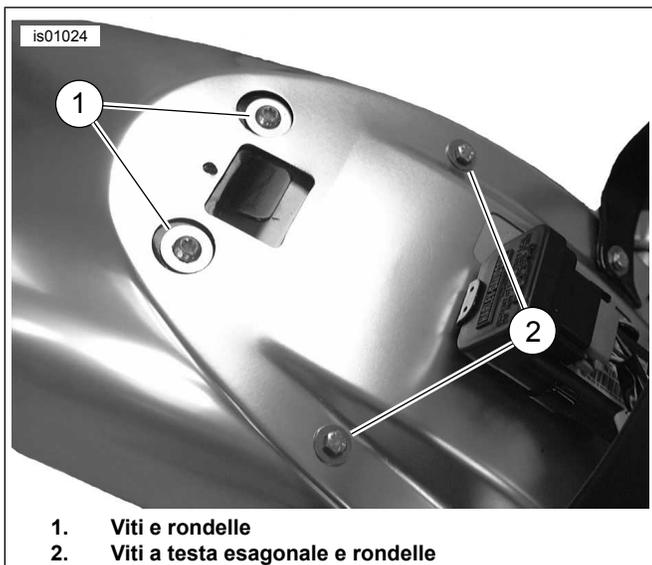
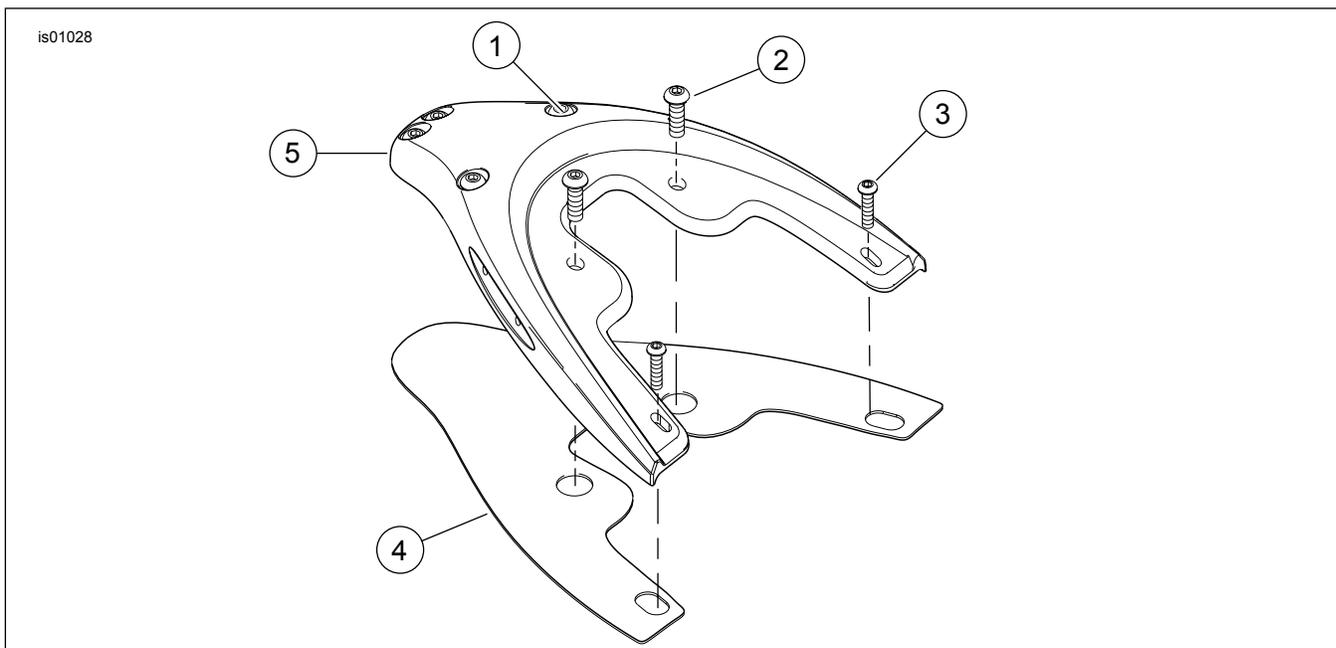

Figura 3. Rimozione delle viti e delle rondelle del sostegno del parafango
Figura 7. Parti di ricambio: kit della piastra di appoggio
Vedere Figura 7 e Tabella 1.
7. Vedere Figura 3. Rimuovere le due coppie di viti e rondelle più grandi del sostegno del parafango (1) vicino al centro di questo. Gettare le viti, ma conservare le rondelle per reinstallarle.
8. Rimuovere le due coppie di viti a testa esagonale e le rondelle più piccole del sostegno del parafango (2) vicine ai lati del parafango stesso. Gettare le viti, ma conservare le rondelle per reinstallarle.
10. Vedere Figura 7. Procurarsi la piastra di appoggio (5) e la relativa guarnizione (4) dal kit.
12. Vedere Figura 7. Rimuovere la carta di rivestimento dell'adesivo della guarnizione (4). Allineare con cautela il lato adesivo della guarnizione sulla parte posteriore della piastra di appoggio (5) e agire sui bordi. Accertarsi che la guarnizione sia allineata e che aderisca all'intero perimetro della piastra di appoggio, come illustrato.
13. Vedere Figura 7. Procurarsi dal kit due viti grandi (2) e due viti piccole a testa bombata (3). Procurarsi anche le rondelle piatte grandi e piccole, conservate nei punti 7 e 8.
18. Vedere Figura 6 e Figura 7. Procurarsi quattro viti (1) dal kit. Installare le quattro viti (estetiche) nei fori sulla parte posteriore della piastra di appoggio. Serrare le viti ad una coppia di 20 N·m (15 ft·lbs).